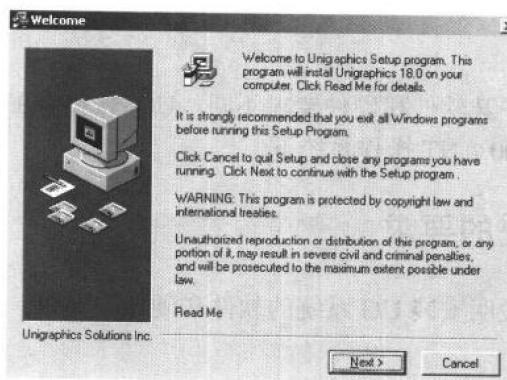

图 1-1 【Welcome】对话框
2. 此时系统会出现如图 1-1 所示的安装界面，点击 Next > 按钮。